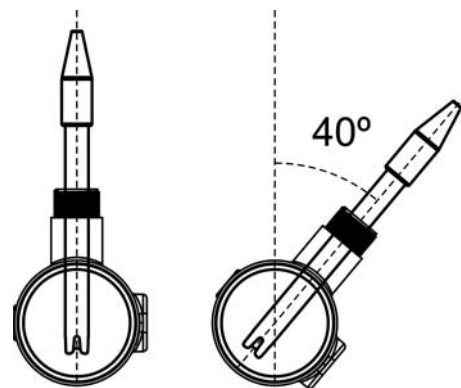

Fig. 13
4. Installeer de pH-/ORP-sondes bij voorkeur in een verticale positie of met een maximale hellingshoek van 40° (Fig. 13).